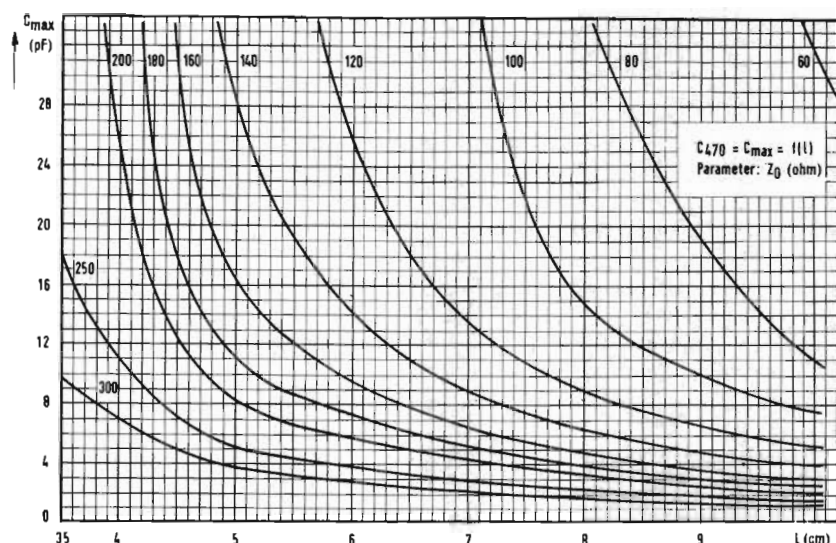
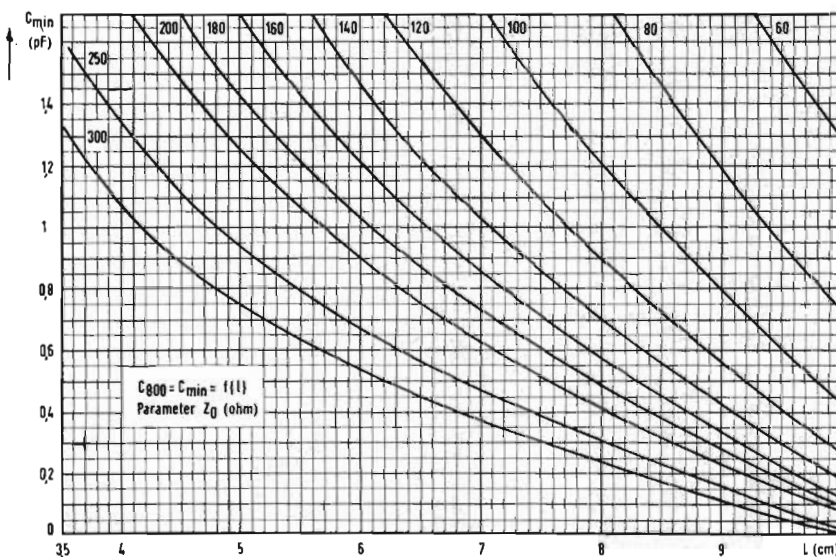
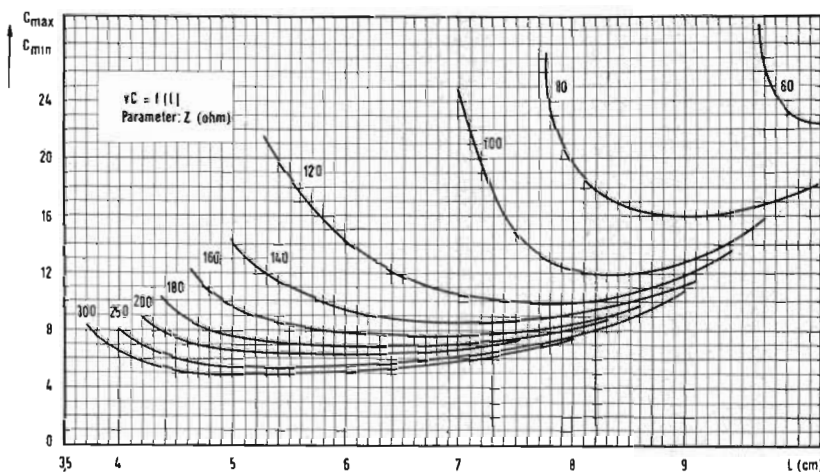
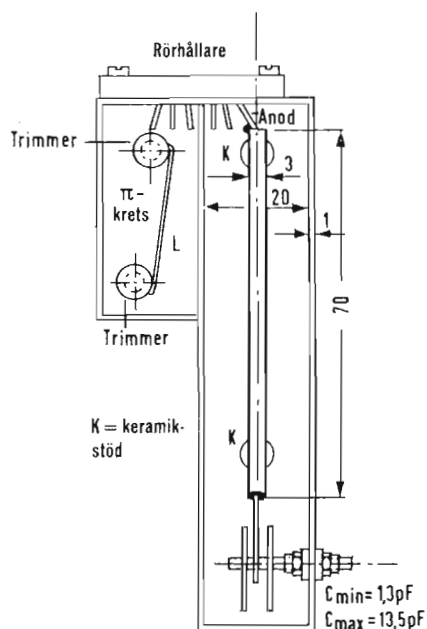

Fig 16
Fig 17
Fig 18
Fig 19
På grundval av dessa värden har diagrammen i fig. 16, 17 och 18 konstruerats med hjälp av ekv. (8). Fig. 16 och 17 återger $C_{max} = C_{470}$ resp. $C_{min} = C_{800}$ som funktion av resonatorns längd l med några representativa värden på karakteristiska impedansen Z_0 som parameter. Fig. 18 visar kapacitansförhållandet C_{max}/C_{min} som funktion av resonatorns längd l , även här med Z_0 som parameter.
Lösning: Fig. 16 ger $C_{A 470} = 13,55$ pF när $Z_0 = 120$ ohm och $l = 7$ cm. Ur fig. 17 finner man, att för $Z_0 = 120$ ohm blir $C_{A 800} = 1,31$ pF, då $l = 7$ cm. Sålunda blir $C_{max}/C_{min} = 13,55/1,31 = 10,35:1$. Kretsens praktiska utförande antydes i fig. 19.
Lösning: Väljes t.ex. $Z_0 = 200$ ohm och resonatorlängden $l = 5$ cm, får vi enligt fig. 18 ett kapacitansförhållande $C_{max}/C_{min} = 6,6:1$. Ur fig. 16 och 17 finner man under dessa förutsättningar att kapacitanserna blir